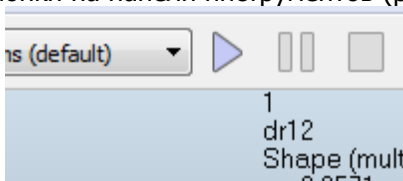

Рисунок 7 – Кнопки запуска, паузы и остановки процесса симуляции
4. Запустить процесс симуляции с помощью соответствующей кнопки на панели инструментов (рисунок 7).
6. Остановить процесс симуляции с помощью соответствующей кнопки на панели инструментов (рисунок 7).